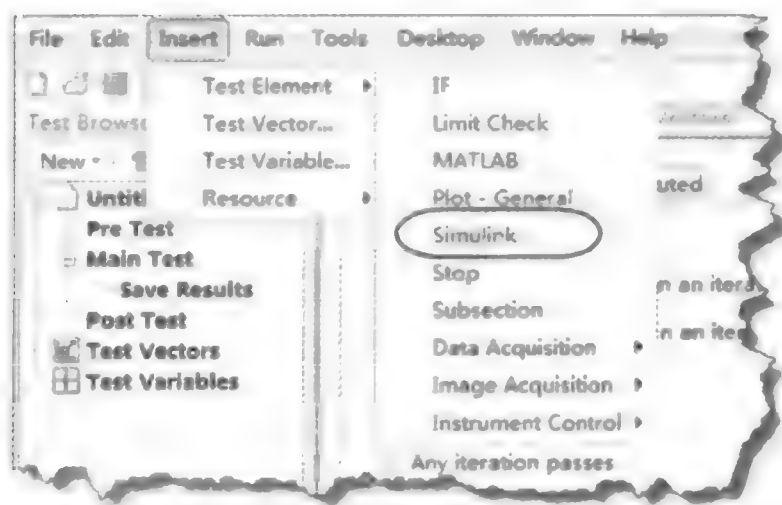

图 9.5.4 添加测试模型
(3) 添加测试模型。选择 SystemTest 菜单项,Insert → Test Element → Simulink,如图 9.5.4 所示。